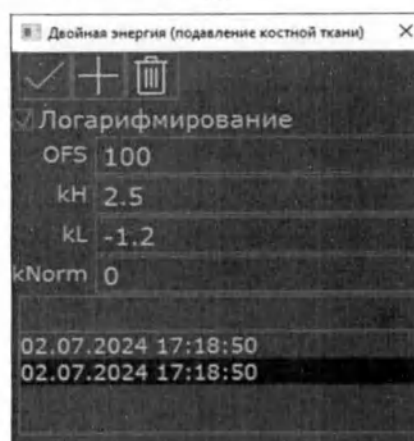

Рис. 69 Окно реконструкции "Двойная энергия (подавление костной ткани)
- Автоматически появится окно реконструкции (Рис. 69 Окно реконструкции "Двойная энергия (подавление костной ткани)"))